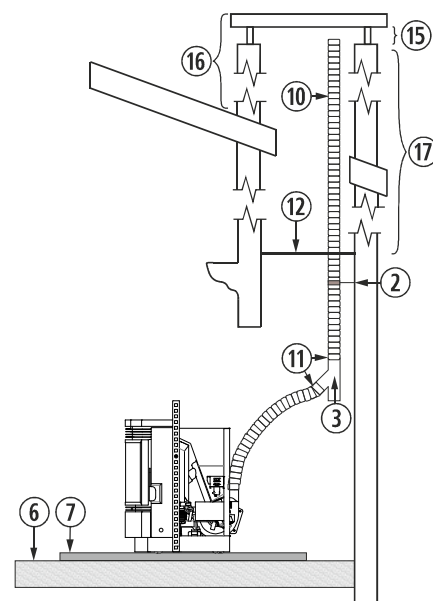

Figura 16
4.31. A instalação de um encastrável numa chaminé de obra pode ser feita em toda a sua totalidade em tubo flexível, tal como indicado na *figura 16*. Devemos ter especial cuidado na hora de realizar o isolamento entre a chaminé e o tubo da saída de gases para evitar possíveis retrocessos de gases em caso de tempestade.
②	Abraçadeira de união de aço inox.
③	Tê de 135° com registro.
⑥	Chão de madeira.
⑦	Protector de chão incombustível.
⑩	Tubo de aço inox flexível.
⑪	União adaptadora de flexível a rígido.
⑫	Isolante anti-retrocesso.
⑮	Mínimo 200mm.
⑯	Deve ultrapassar o teto em 1 metro.
⑰	Superior a 8m, aumentaremos uma medida.